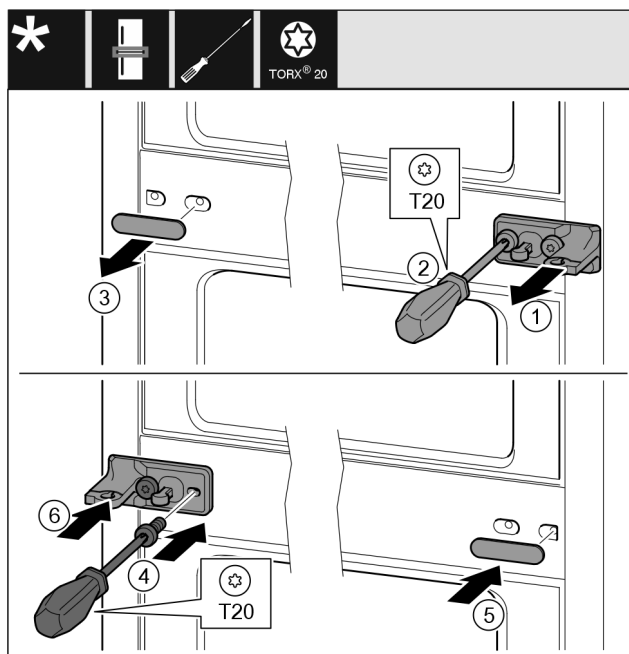

Fig. 12
- ▶ Skinite pločicu Fig. 12 (1).
- ▶ Odvijačem odvrnite vijke Fig. 12 (2).
- ▶ Oprezno izvucite poklopac Fig. 12 (3).
- ▶ Čvrsto pritegnite podložak ležaja s folijom Fig. 12 (4) okrenut za 180° na drugoj strani.
- ▶ Postavite poklopac Fig. 12 (5) okrenut za 180° na drugoj strani.
- ▶ Nataknite pločicu Fig. 12 (6) s prednje strane.